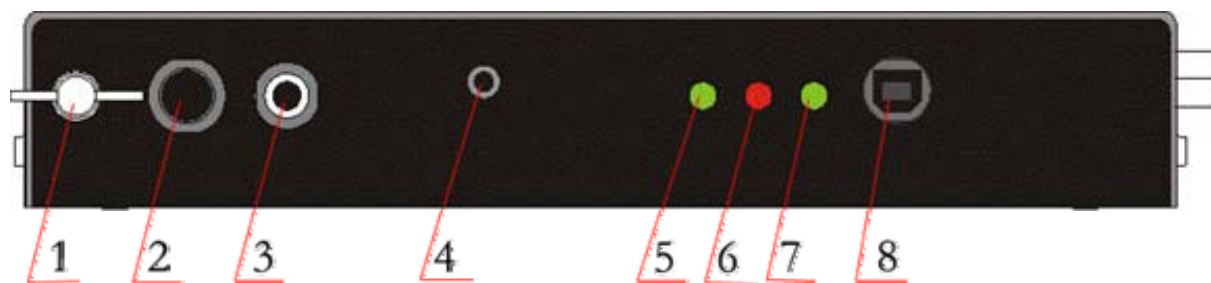

Рисунок 4
- В конце установки программа предложит перезагрузить компьютер. Необходимо согласиться, подключив перед этим модуль осциллографа к компьютеру при помощи кабеля USB и к сети 220 В при помощи сетевого адаптера. После подключения питания модуля начнется инициализация внутренней управляющей программы и индикатор режима работы (рис.4 поз.5) будет мигать с частотой 2 раза в секунду на протяжении нескольких секунд. После окончания инициализации индикатор перестанет мигать и можно загружать программу осциллографа на компьютере. Если загрузить компьютерную программу до окончания внутренней инициализации модуля осциллографа, появится сообщение «Нет связи с оборудованием».